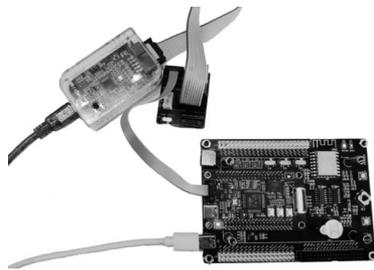

图 3.54 开发板与 DAP-LINK 的连接
(1) 将编译后的 .hex 文件烧写到芯片中。按照图 3.54 所示将开发板和计算机连接起来。其中, Type-C USB 线用于给开发板供电; FS-DAP-LINK 一端通过 MiniUSB 线连接到计算机, 另一端通过排线和转接板连接到核心板上; 核心板采用 STM32U575(如果在创建工程时选择了其他型号的 STM32, 则可以选择对应的核心板)。